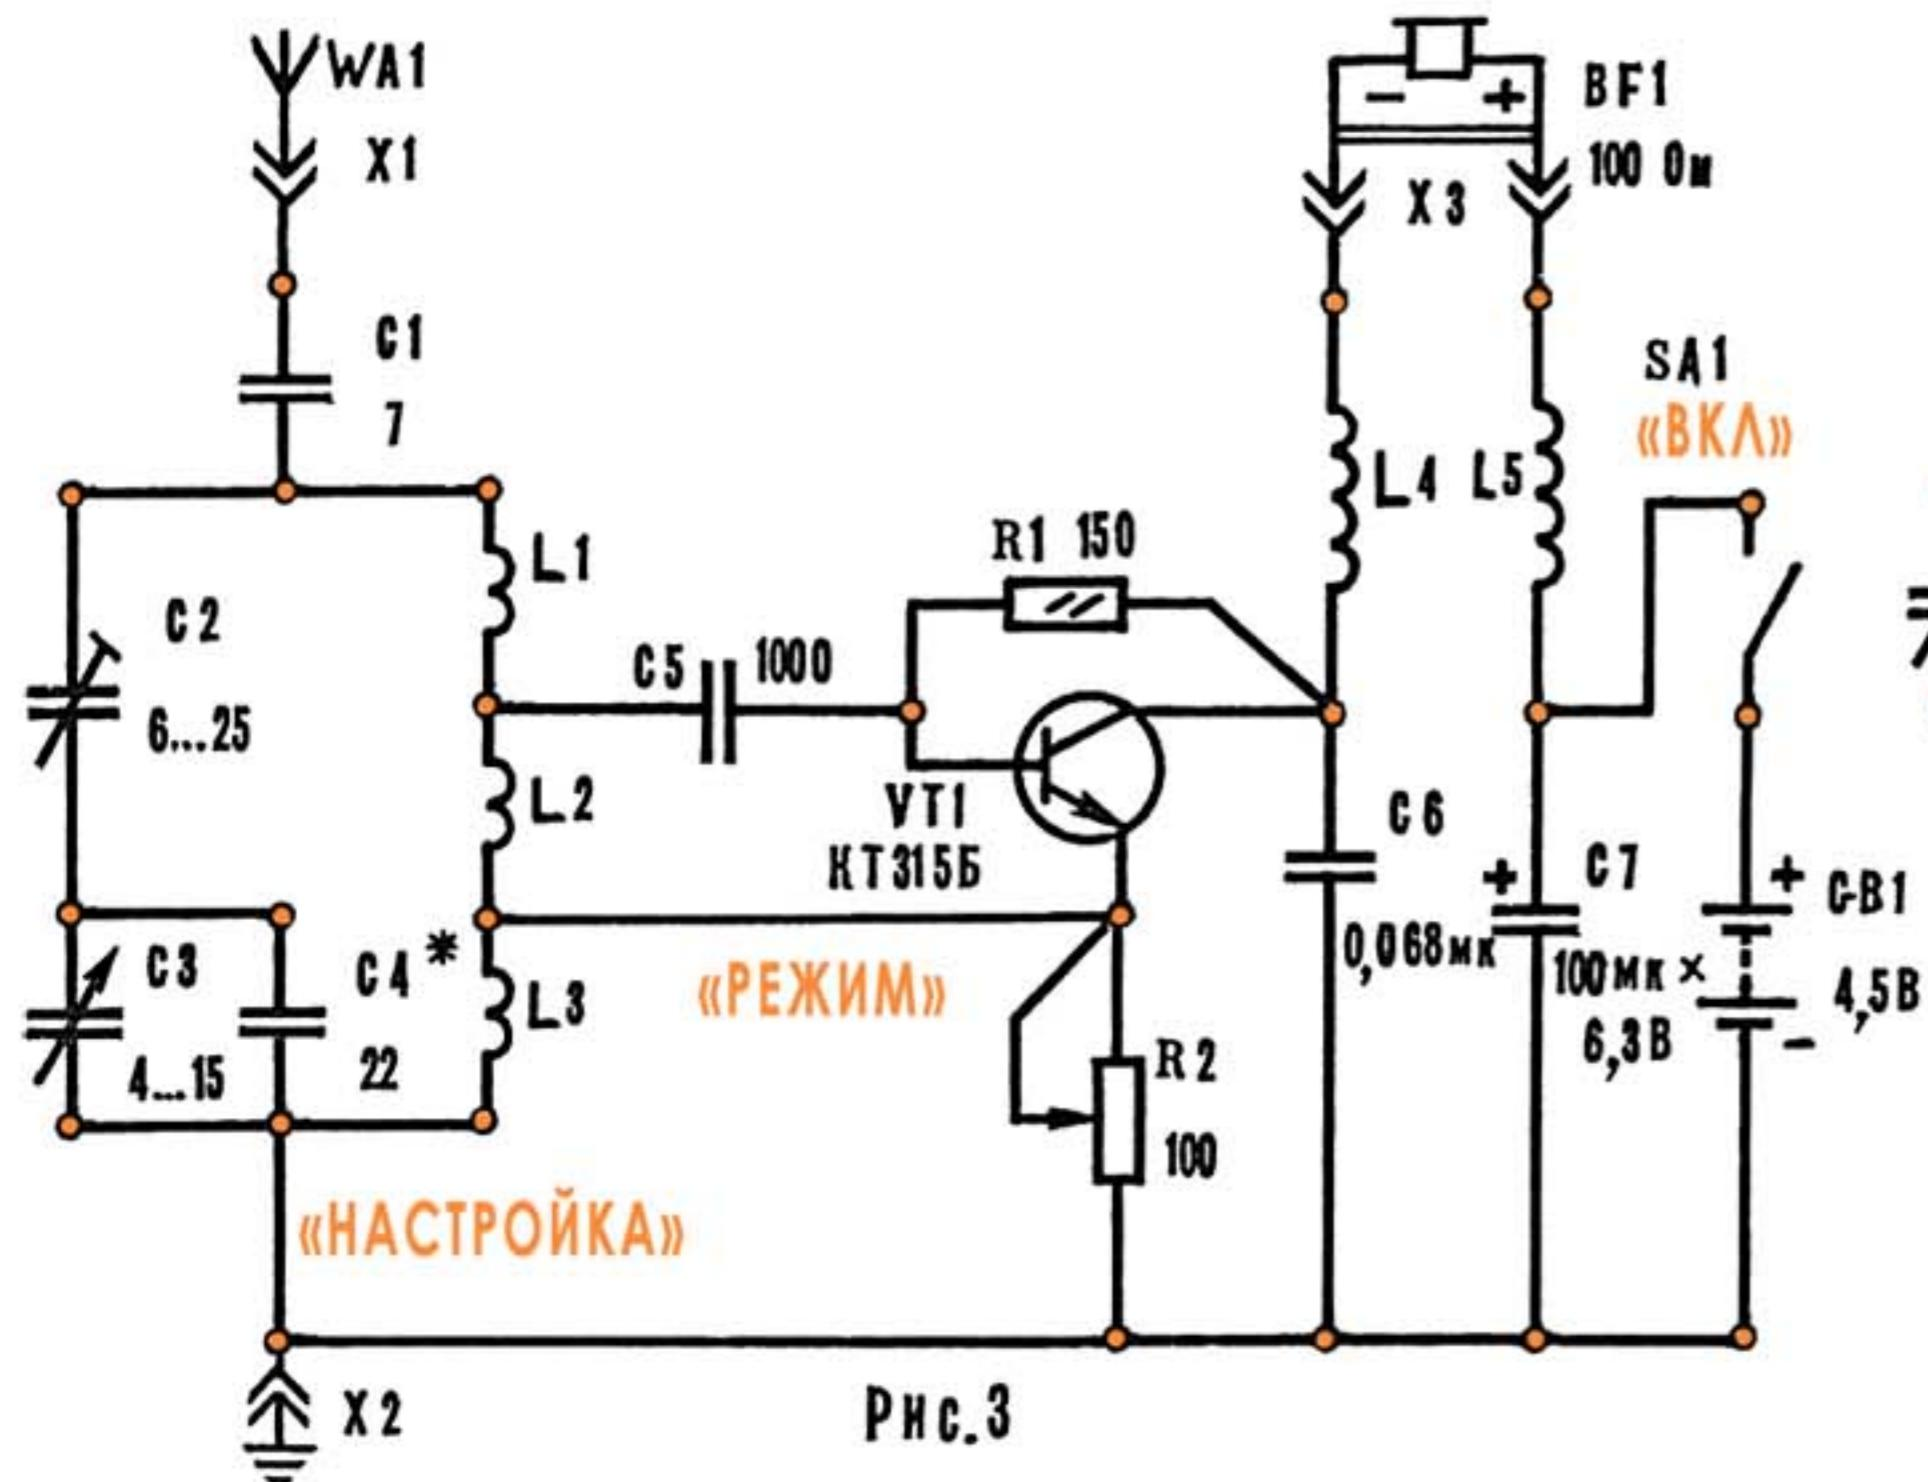

Рис. 3
**Регенеративный радиоприемник 0-V-0** (рис. 3) работает в КВ-диапазоне 41 м. Напряжение РЧ с антенны WA1 через конденсатор C1 поступает в колебательный контур L1L2L3C2C3C4.